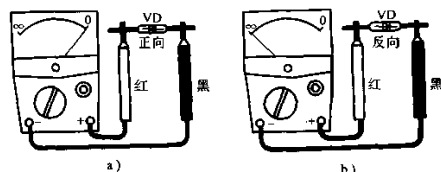

图 1-41 万用表测量二极管示意图
(1) 脱开电路后的检测方法。此时主要是用万用表的欧姆档（ $R \times 1k$ 档）测量二极管的正、反向电阻来判断管子质量，如图 1-41 所示。图 1-41a 所示是测量正向电阻的示意图，图 1-41b 所示是测量反向电阻的示意图。